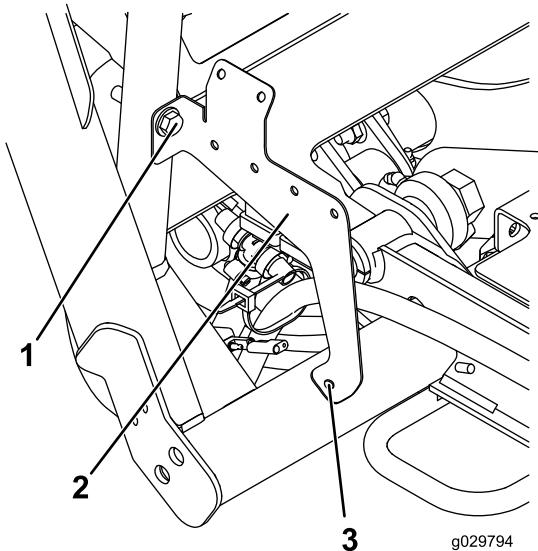

Figura 25
1. Monte provisionalmente el soporte de los relés en el bastidor usando un perno (3/8" x 2"), una arandela (0.406") y una tuerca (3/8"), según se muestra en Figura 25.
2. Marque el punto indicado en Figura 25.